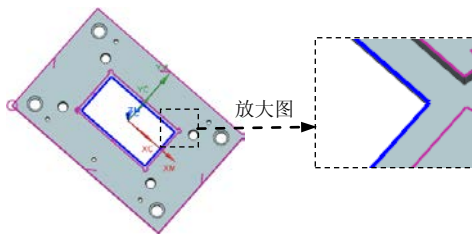

图 11.12 定义参照边线 3
Step5. 保持对话框参数设置不变, 在绘图区域选取图 11.12 所示的边线, 然后单击**创建下一个边界**按钮。单击两次**确定**按钮, 系统返回“平面铣”对话框。